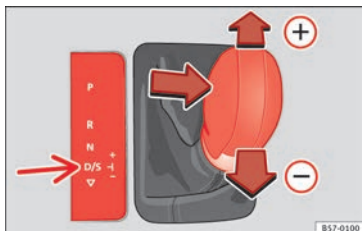

Abb. 192 Mittelkonsole: zu Tiptronic ändern.
- Um einen Gang hochzuschalten, tippen Sie den Wählhebel nach vorn (+) » Abb. 192.